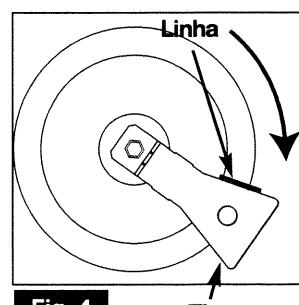
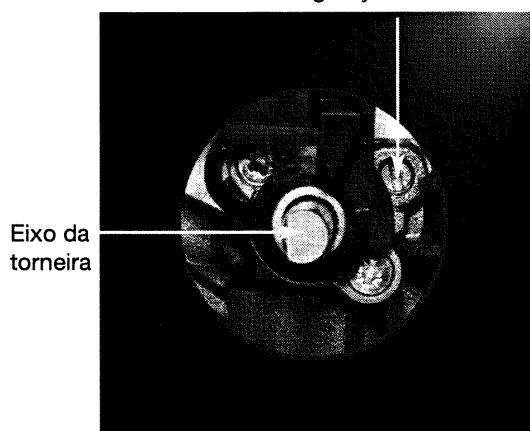

Fig. 4
Fig. 5
- ⇒ Faça girar a chave no sentido dos ponteiros do relógio até a linha voltar a aparecer do outro lado (fig. 4).
③ **REGULE OS REDUTORES DE DÉBITO DAS TORNEIRAS** situados por debaixo dos manípulos procedendo da seguinte maneira:
• Com a chavilha de fendas incluída na bolsinha, **aperte com força** o parafuso de regulação dos redutores de latão (amarelo) (fig.5) no sentido dos ponteiros de um relógio